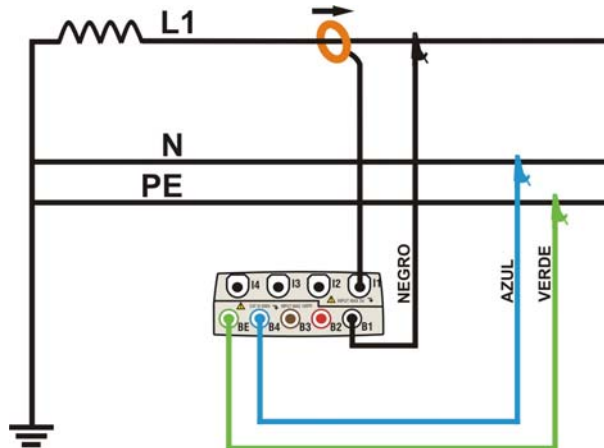

Fig. 105: Conexión del instrumento en un sistema Monofásico
2. Conecte los cables de medida de la tensión sobre los conductores de Fase, Neutro y Tierra respetando los colores como muestra la Fig. 105.
3. Conecte la pinza de corriente sobre el conductor de Fase L1 como muestra la Fig. 105 **respetando el sentido de la flecha** presente sobre la misma pinza, indicando la dirección convencional de la corriente generada por la carga. **Verifique siempre, en la pantalla de la sección Visualización Medida, que la Potencia Activa P sea siempre positiva y que el factor de potencia Pf correspondiente a la carga, normalmente inductiva, antes de activar un registro.** En caso de valores negativos de la potencia activa gire la pinza 180° sobre el conductor.